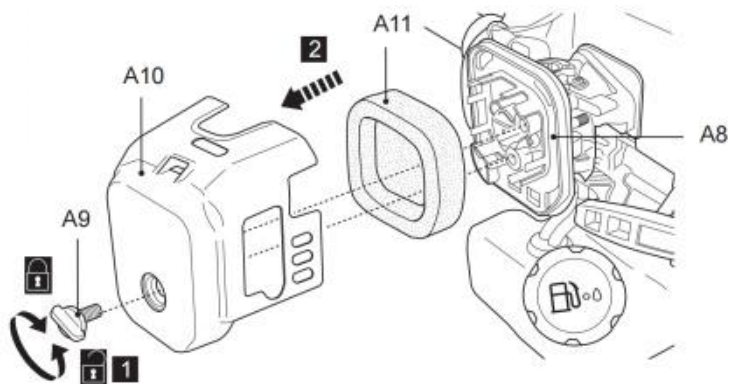

Fig. 77
1. Inspeccione el filtro de aire periódicamente. Reemplácelo por uno nuevo si es necesario (Fig. 77).